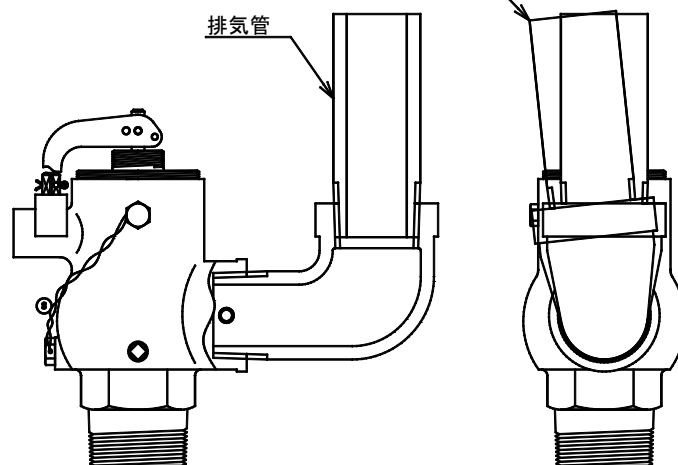

図1 出口排気管の傾き又は方向
- (8) 蒸気用等で弁内部にドレンが溜まる場合は、ドレン配管を設けること。
- (9) 安全弁作動時にドレン配管の端部によりドレンが噴出する可能性があるため、ドレン配管の端部は安全な場所に設置すること。
- (10) ねじ込みタイプの場合、作動時の反動力の影響により入口取付けねじ部が緩む方向に力が働かないように排気管の傾き及び方向に注意すること。(図1参照)